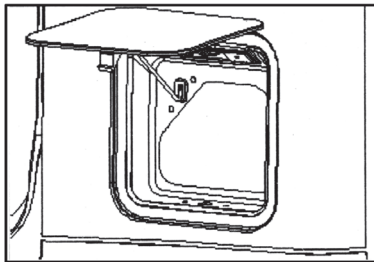

рисунок 5
3. Открыть капот инструментального ящика, подкос на капоте медленно выкатывается с квадратной дыры, тогда конец подкоса закатает на квадратной дыры, открытие будет осуществляться.(см.рисунок 5)